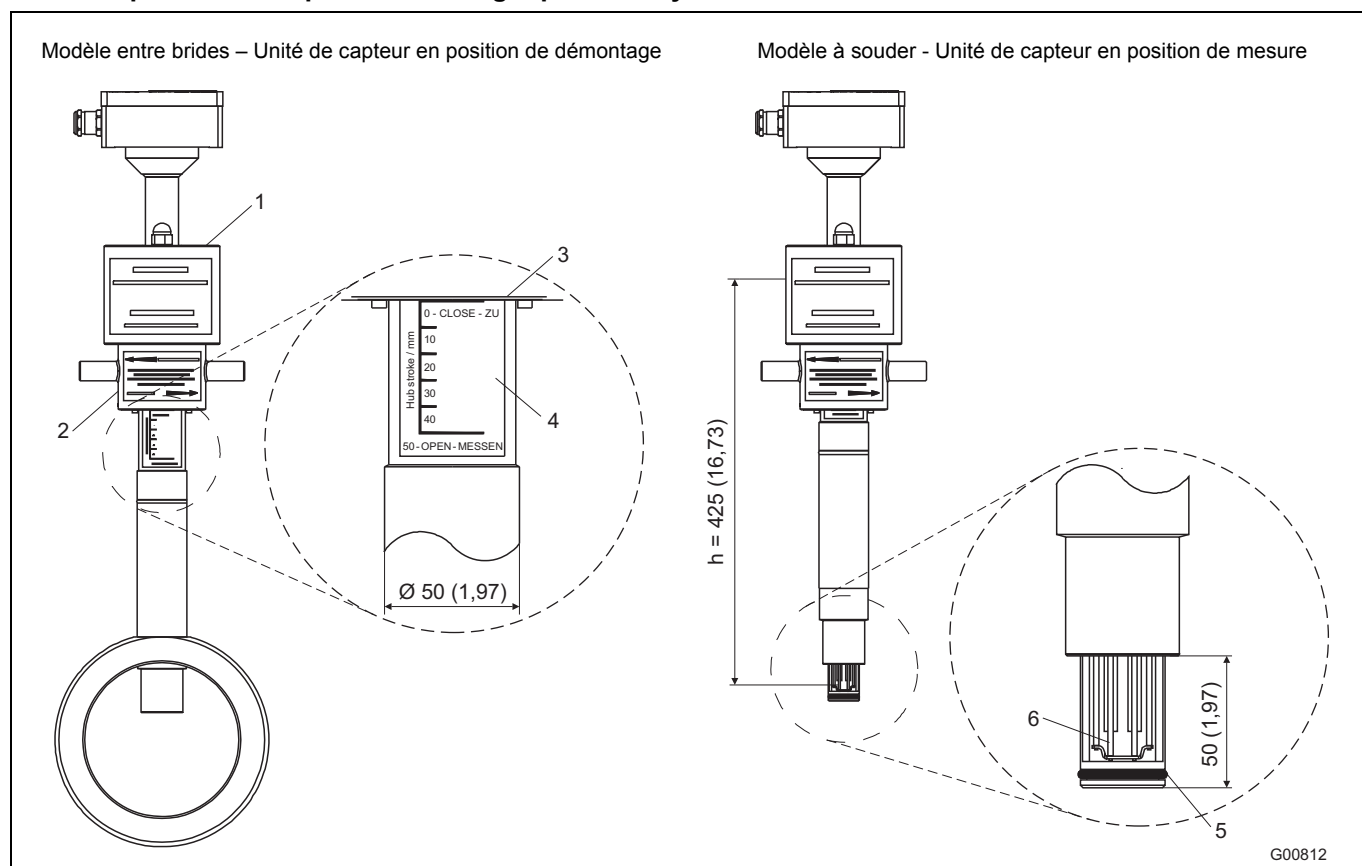
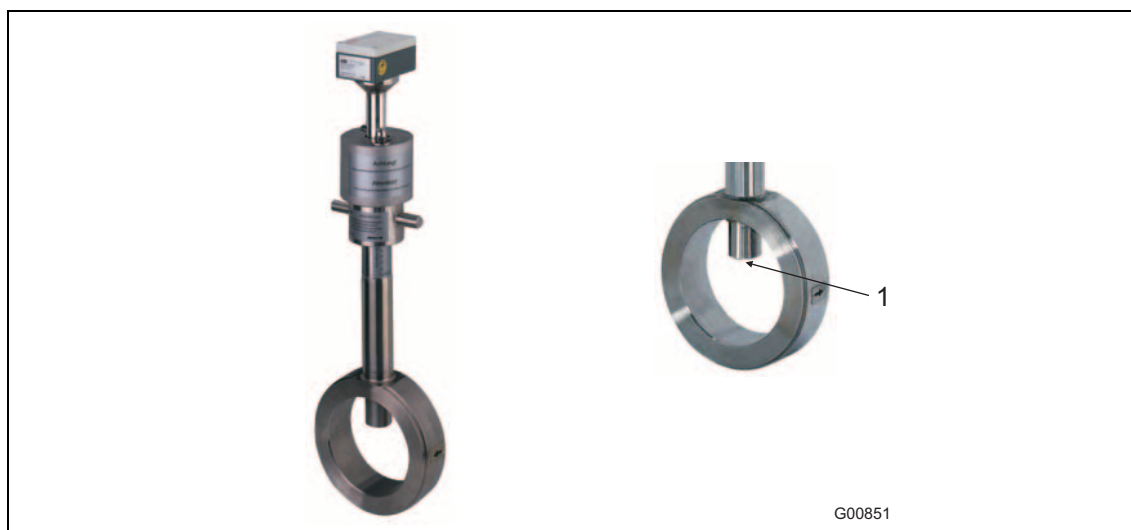
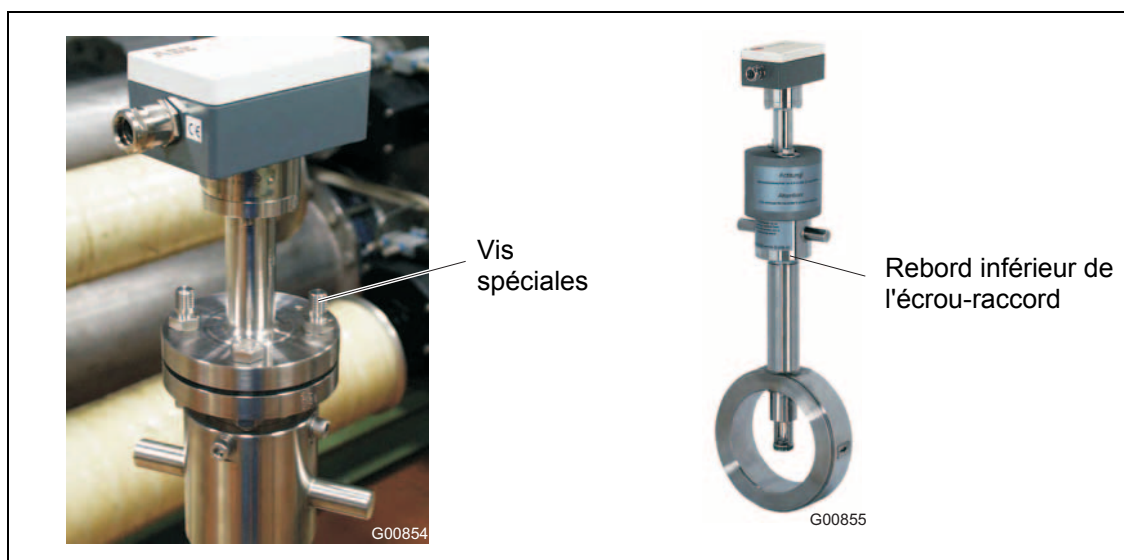

Fig. 9: Dimensions en mm (inch)
Fig. 11 : Dispositif de remplacement en position de démontage
Fig. 14 : Vis spéciales pour capuchons de protection
Le dispositif de remplacement intégré est conçu pour les contraintes de pression de 16 bars abs. max. Afin de garantir l'interchangeabilité avec les composants de tuyauterie standard de type 1, la version entre brides (Fig. 11) a été conçue pour les brides DIN 50 et DN 80 en palier de pression PN 40. Avec la version DN 65 en palier de pression PN 16, il faut utiliser des brides raccordement avec 4 trous pour vis. Les versions en pouces 2 ... 8" sont conçues pour les brides de raccordement ASME B16.5 Cl.150. Pour les longueur de capteur appropriées, voir Fig. 9.
Fig. 11 (image de gauche) montre la version entre brides montée du dispositif de remplacement en position de démontage. Le tube de guidage se trouve en position de fin de course supérieure et obture ainsi l'orifice Sensyflow (image de droite).
- Le dispositif de remplacement doit se trouver en position de démontage (Fig. 11), l'orifice Sensyflow est obturé de manière étanche.
- Introduire le transmetteur dans le dispositif de remplacement et le visser (monter 2 vis M12 ainsi que 2 vis spéciales rallongées en face (Fig. 14).
- Mettre les capuchons de protection et les fixer sur les vis spéciales à l'aide d'écrous (Fig. 14).
- Tourner le transmetteur en position de mesure à l'aide de l'écrou-raccord (Fig. 14). Le rebord inférieur de l'écrou-raccord indique la position de l'élément de mesure. C'est uniquement lorsque la position de mesure 50 – OPEN - MESURER (butée inférieure de l'écrou-raccord) est atteinte que les éléments de mesure se trouvent au centre de la tuyauterie et qu'ils peuvent délivrer des valeurs exactes (voir détail A dans (Fig. 9).
- Tourner le transmetteur en position de démontage à l'aide de l'écrou-raccord. (butée supérieure de l'écrou-raccord, l'inscription 0 - CLOSE - ZU (FERMER) doit être visible ; (voir détail A dans Fig. 9).